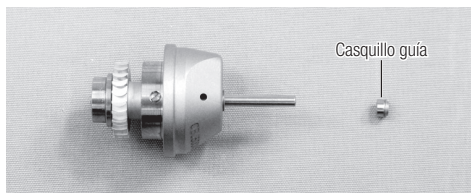

Fig. 21
- 2) Inserte la guía más larga del casquillo de guía en el lado del cartucho. (Fig. 21)